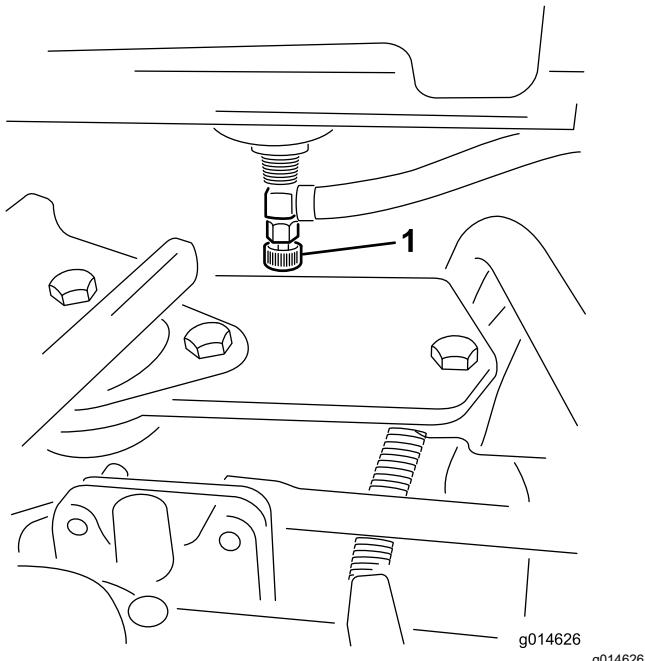

Bild 34
1. Schließen Sie den Kraftstoffhahn (Bild 34) unter dem Kraftstofftank.